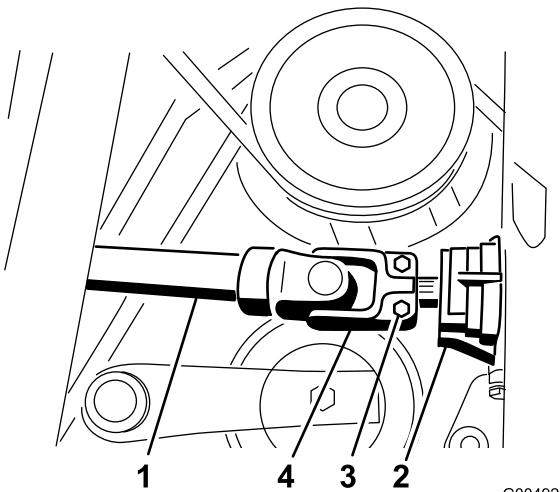

図 87
43. ギアボックスのシャフトに駆動シャフトを差し込む 図 87。ロールピンを取り付け、ボルトを 2025 Nm (20.6 kg.m = 175225 in-lb) にトルク締めする。